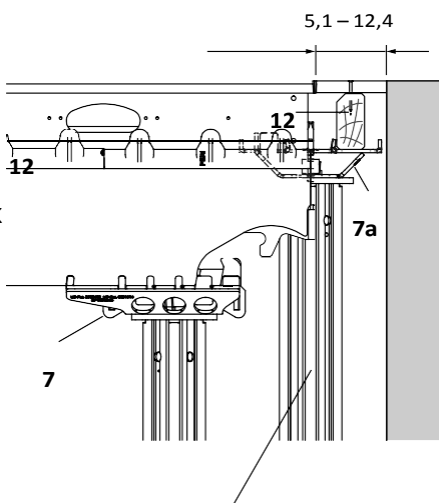

Fig. A5.24
1. Поставете надлъжния трегер SLT (2) на допълнителна подпора с комб. глава SCK (7) или опорна SSK (6).
3. Монтирайте гредата SPH (12) или краен трегер SRT (9).
4. Поставете шперплата и го закрепете с пирони. (Fig. A5.24 + A5.25)